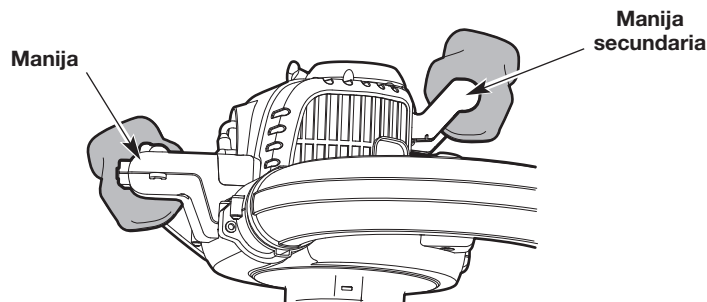

Fig. 15
- Sujete firmemente la manija con la mano derecha (Fig. 15). Sujete firmemente la manija secundaria con la mano izquierda (Fig. 15).